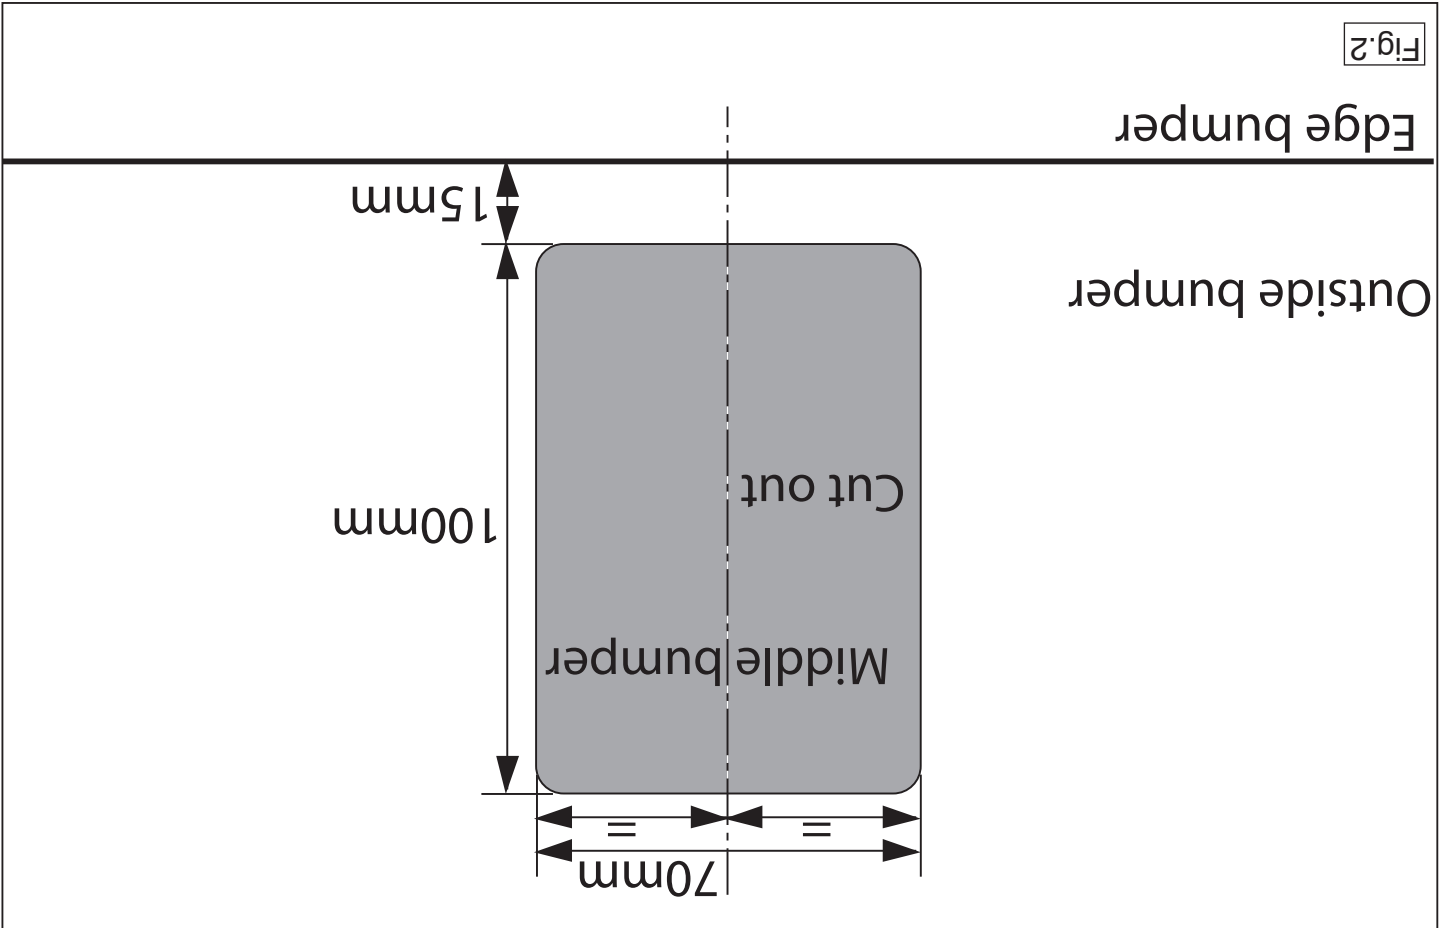

Fig.2
4. **For W164 vehicles, the following applies:** Saw a section out of the middle of the underside of the bumper as shown in fig 2.
4. **Für W164-Fahrzeuge gilt:** Auf der Unterseite der Stoßstange einen Teil aus der Mitte gemäß Abbildung 2 ausschneiden.
4. **Pour les modèles à W164:** Scier au centre de la partie inférieure du pare-chocs une partie correspondant à la figure 2.